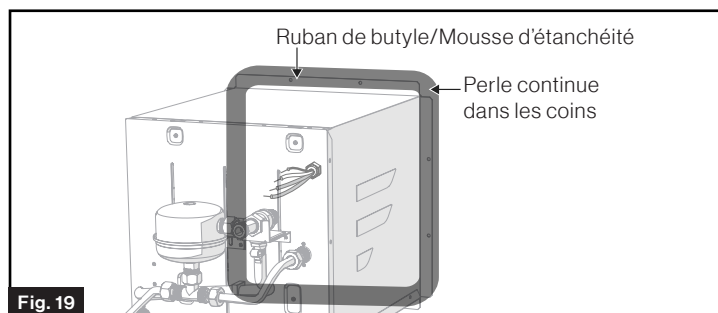

Fig. 19
- Appliquez un matériau d'étanchéité adéquat, par exemple du ruban butyle ou de la mousse d'étanchéité (largeur recommandée) : 1 po, non fourni), autour de toute la zone de la bride arrière et des trous. (Fig. 19) Centrez uniformément le chauffe-eau dans le cadre. Poussez le chauffe-eau vers l'arrière jusqu'à ce que la bride soit contre le cadre.